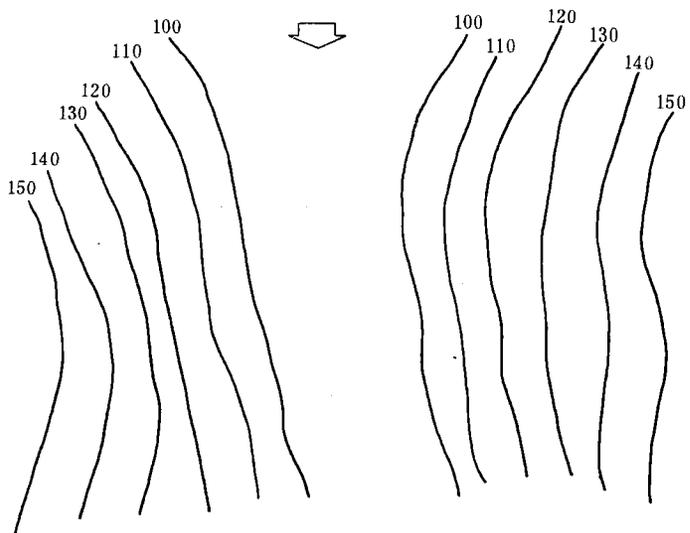

图 1-2-1 坝址可利用基岩面地形图
(1) 已知资料：坝址可利用基岩的地形平面图（见图 1-2-1），两岸基岩坚硬、完整，岩性均匀，无重大地质构造裂缝，拟建浆砌石拱坝，坝顶高程 140m，河床可利用基岩面最低处高程 98.0m。
(2) 成果要求：